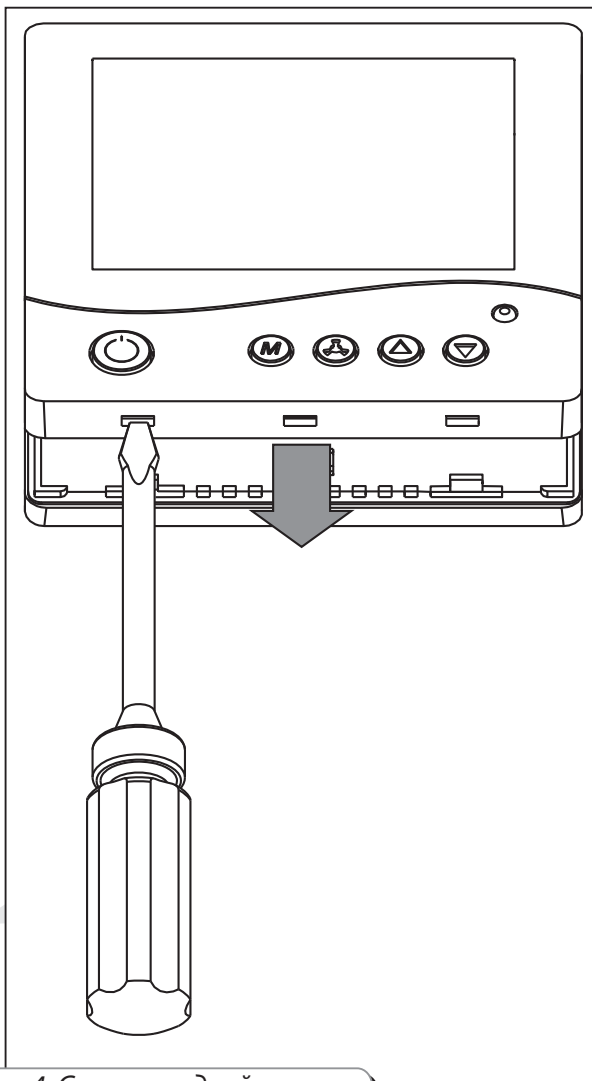

Рис. 4. Снятие задней крышки
- Аккуратно отверткой отстегните защелки через технологические отверстия в нижней части настенной панели управления (рис. 4).
части настенной панели управления (рис. 4).